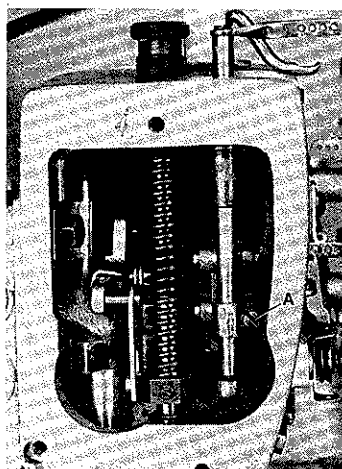
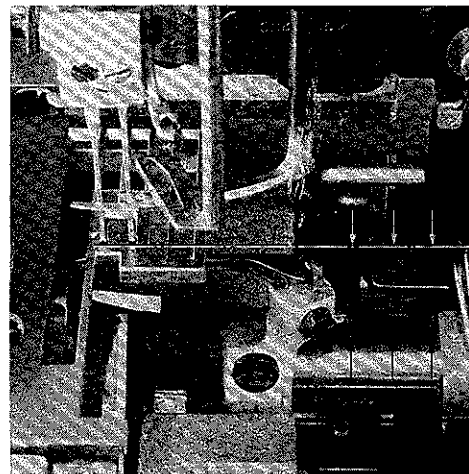
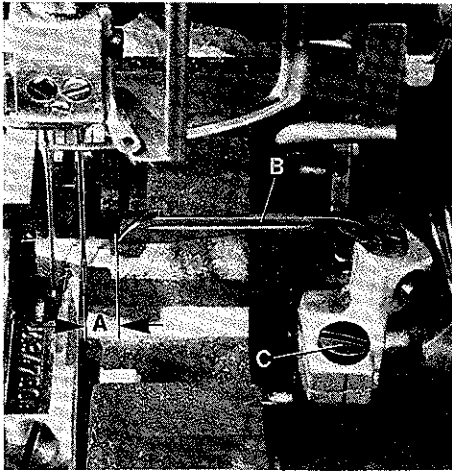
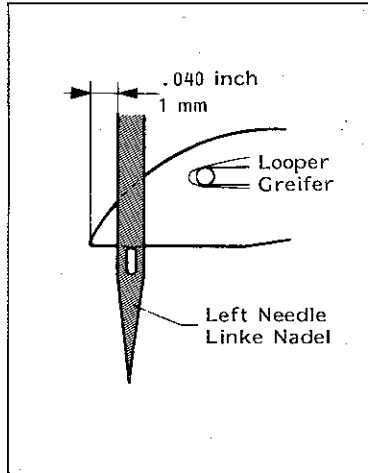

Fig.16
Fig.17
Fig. 18
Fig. 19
3. Loosen screw (A, Fig. 16) and turn needle bar as required, so the needles center in the needle holes of throat plate and are parallel to the looper shaft (see Fig. 17). This can be checked by holding a ruler against the needles.
4. Retighten screw (A, Fig. 16).
Turn the pulley until the looper (B, Fig. 18) is at its farthest position to the right. In this position the distance (A, Fig. 16) from the center of the right needle to the point of looper should be 4,8 mm ($\frac{3}{16}$ in.) on the two-needle 8, 10 and 12 gauge styles and 4,0 mm ($\frac{5}{32}$ in.) on the three-needle 16 gauge styles. Looper gauges No. 21225-3/16 and No. 21225-5/32 can be used advantageously in making this setting.
The height of needle bar is correct, when the looper point at its travel from right to left is 1 mm (.040 in.) left of the left needle (see Fig. 19) and the top of the needle eye is flush with the underside of the looper. For adjustment loosen screw (A, Fig. 16) and move needle bar up or down as required. Retighten screw (A).
* The needle bar can also be aligned and set to height without removing the Metering Device. For this, remove plug (Q, Fig. 57) in the head cover plate to have access to screw (A, Fig. 16) in the needle bar connection. Remount the plug.
3. Lösen Sie die Schraube (A, Fig. 16) und drehen Sie die Nadelstange so, daß die Nadeln mittig in die Stichlöcher der Stichplatte einstechen und parallel zur Greiferwelle stehen (siehe Fig. 17). Dies kann durch Anlegen eines Lineals an die Nadeln geprüft werden.
4. Ziehen Sie die Schraube (A, Fig. 16) wieder an.
Drehen Sie am Handrad bis der Greifer (B, Fig. 18) in seiner rechten Einstellung ist. In dieser Stellung muß der Abstand (A, Fig. 18) zwischen Mitte rechter Nadel und Greiferspitze 4,8 mm ($\frac{3}{16}$ in.) bei den Zweinadel 8, 10 und 12 gauge Maschinen und 4,0 mm ($\frac{5}{32}$ in.) bei den Dreinadel 16 gauge Maschinen sein. Die Greifereinstelllehren Nr. 21225-3/16 und Nr. 21225-5/32 erleichtern diese Einstellung.
Die Nadelstangenhöhe ist richtig eingestellt, wenn die Greiferspitze bei ihrem Weg von rechts nach links 1 mm links der linken Nadel steht (siehe Fig. 19) und Oberkante Nadelöhr und Unterkante Greifer in gleicher Höhe stehen. Lösen Sie für diese Einstellung die Schraube (A, Fig. 16) und schieben Sie die Nadelstange nach Bedarf nach oben oder unten. Ziehen Sie die Schraube (A) wieder an. Beachten Sie, daß bei dieser Einstellung die Nadelstange nicht verdreht wird.
* Die Nadelstange kann auch ohne Abbau der Zumeßeinrichtung (Metering Device) ausgerichtet und auf die Höhe eingestellt werden. Entfernen Sie dazu den Verschlusstopfen (Q, Fig. 57) in der Kopfdeckelplatte, damit die Schraube (A, Fig. 16) im Nadelstangen-Mitnehmer zugänglich wird. Montieren Sie den Verschlusstopfen wieder.
For adjustment loosen clamp screw (C, Fig. 18) and rotate the looper holder as required. Retighten the clamp screw. Always check the looper gauge setting after setting the looper to back of the needle, and conversely, always check the setting of the looper to the back of the needle after setting the looper gauge.
Zur Einstellung lösen Sie die Pratzschraube (C, Fig. 18) und verdrehen den Greiferhalter entsprechend. Ziehen Sie die Schraube wieder an. Überprüfen Sie immer den Greiferabstand nachdem Sie den Greifer zur Nadelrückseite eingestellt haben und umgekehrt, prüfen Sie immer die Stellung des Greifers zur Nadelrückseite, wenn Sie den Greiferabstand eingestellt haben.